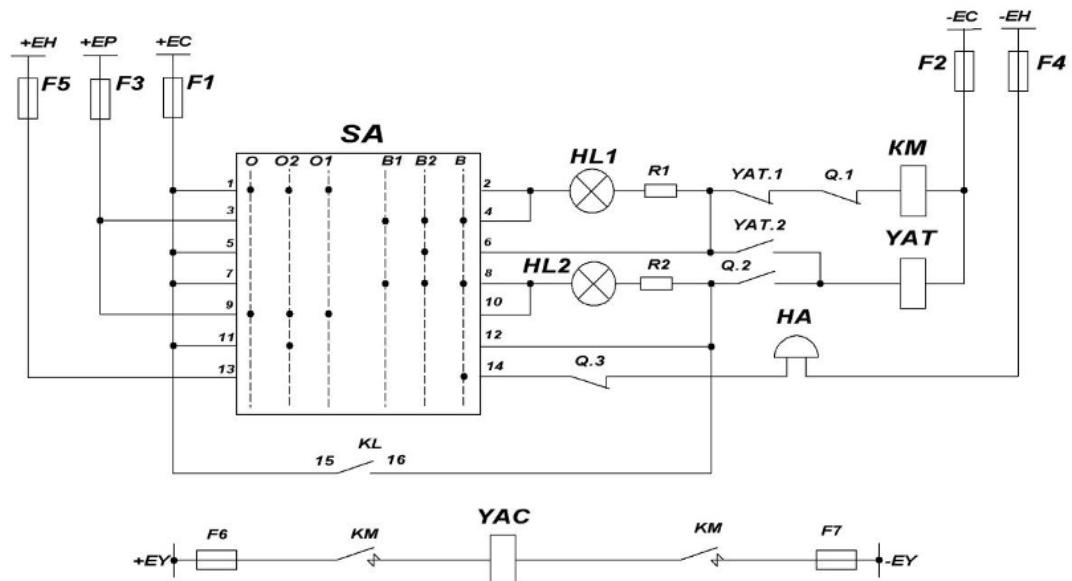

Рисунок 6 - Схема управления высоковольтным выключателем
24. Опишите работу схемы управления высоковольтным выключателем с электромагнитным приводом (рисунок 6).
25. Опишите работу высоковольтного выключателя с электромагнитным приводом при аварийном отключении защитой (рисунок 6).